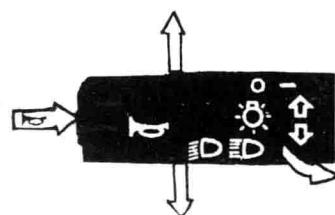

图 1-3-3 组合开关控制喇叭、警报闪光灯、转向灯操作示意图
①喇叭——喇叭按钮设置在操纵手柄的端头，按下组合开关操作手柄的按钮，喇叭发出响声，如图 1-3-3 所示。
②前警报闪光灯——向后拉一下组合开关手柄，则前警报灯闪烁，且不受点火开关的影响。即当点火开关切断后，前警报灯仍继续闪烁，如图 1-3-3 所示。
③转向灯——向下按下组合开关手柄，左转向灯闪亮；向上抬起组合开关手柄，右转向灯闪亮，如图 1-3-3 所示。